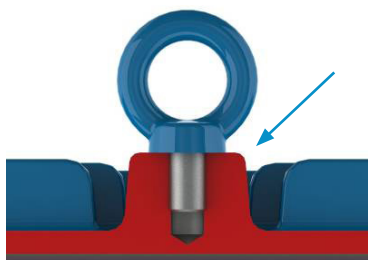
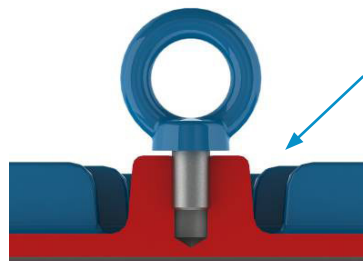

Figura 5 - Manera correcta de fijación del ojal de izamiento.
Figura 6 - Manera incorrecta de fijación del ojal de izamiento.
Antes de iniciar cualquier proceso de izamiento, asegúrese de que los ojales estén adecuadamente fijados, totalmente atornillados y con su base en contacto con la superficie a ser izada, conforme Figura 5. La Figura 6 ejemplifica el uso incorrecto.
1. Asegúrese de que los ojales están adecuadamente fijos, conforme Figura 5;